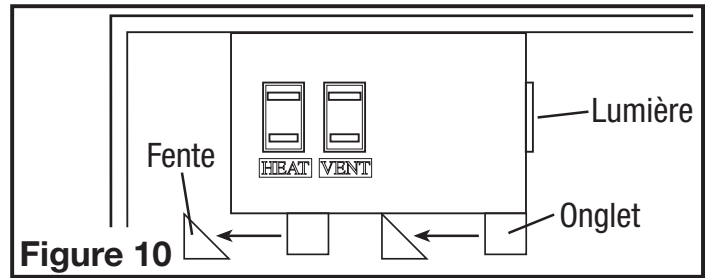

Figure 10
3. Réinstaller le compartiment de câblage en glissant les onglets au bas du couvercle dans les fentes dans le châssis. Assurez-vous que tous les fils sont attachés à l'intérieur du compartiment de câblage et qu'ils ne sont pas coincés ou dénudés. Réinstaller les deux vis enlevées à l'étape 3 de la **SECTION 1 Préparation de l'unité (Figure 10)**.